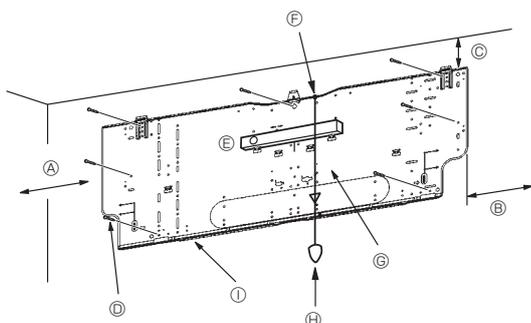
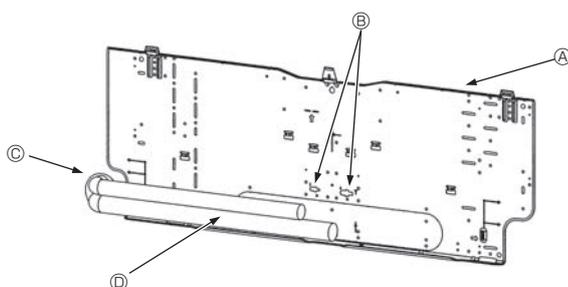

Fig. 3-4
Fig. 3-5
■ PKA-RP60, 71, 100KAL (Fig. 3-4)
- Ⓓ Fästskruvar (4 × 25) ②
- Ⓘ Monteringspanel ①
3.3. Mura in rör i väggen (Fig. 3-5)
- Ⓐ Monteringspanel ①